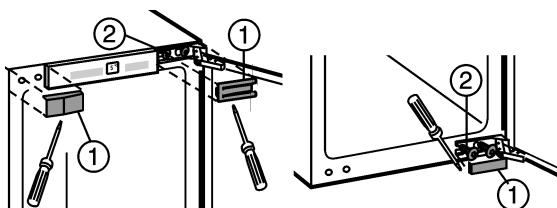

Fig. 1
- Afdekkingen Fig. 1 (1) verwijderen.
- Bevestigingsschroeven Fig. 1 (2) alleen losdraaien.